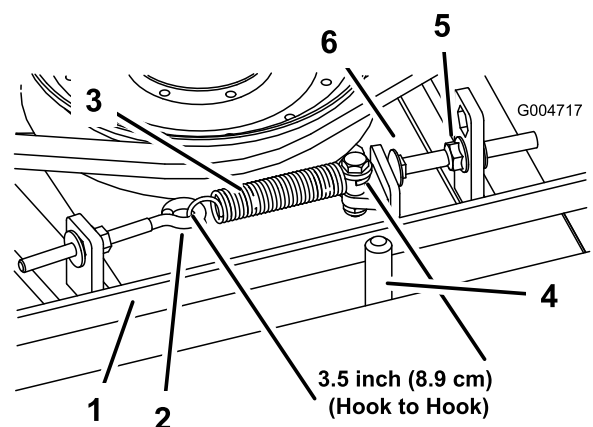

Рисунок 97
При правильном натяжении результат измерения натяжной пружины внутри (между крюками) должен быть приблизительно равен 8,27–9,53 см. Достигнув правильного натяжения пружины, отрегулируйте упорный болт (кадетный болт) так, чтобы зазор между головкой болта и рычагом натяжного шкива составлял приблизительно 0,17–0,4732 см (Рисунок 97).
**Примечание:** Убедитесь, что ремень расположен на направляющей ремня со стороны пружины (Рисунок 97).
2. Ослабьте рым-болт, чтобы можно было снять пружину растяжения (Рисунок 97).
3. Ослабьте фланцевую гайку, которая крепит упорный болт к монтажному выступу, и отодвиньте натяжной ролик от ремня, чтобы ослабить натяжение ремня (Рисунок 97).
9. Подсоедините пружину растяжения (Рисунок 97) к рым-болту и натяните ремень следующим образом: